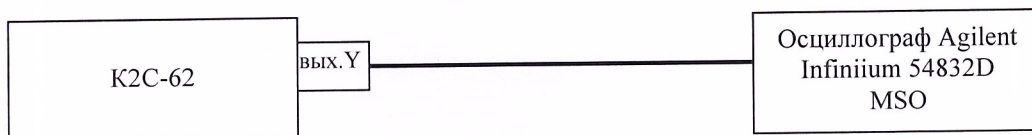

Рис. 1.
6.2.2 Собрать измерительную схему в соответствии с рис. 1.